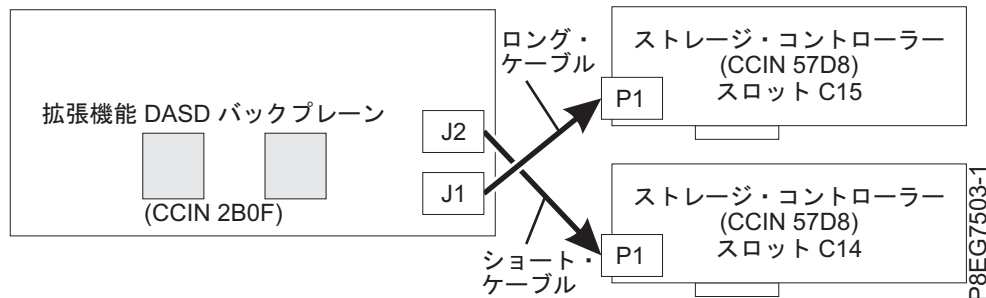

図 9. 拡張機能構成での SAS ケーブルの再接続
- 長い SAS ケーブルは、下部のディスク・ドライブ・バックプレーン・コネクタ (J1) からスロット P1-C15 にある SAS RAID 内部アダプターの P1 コネクタに接続されています。図 9を参照してください。